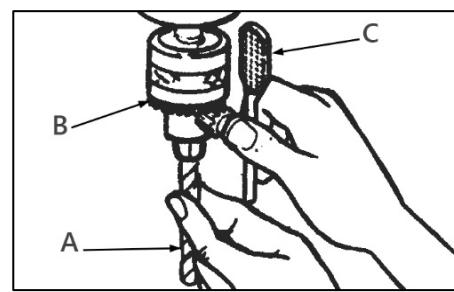

Рисунок 12.
Вставьте сверло (A) (рис. 12) в патрон (B) достаточно глубоко, чтобы достичь максимального захвата. Если вы используете короткое сверло, не вставляйте его на всю глубину, спиральные каналы должны быть свободны.